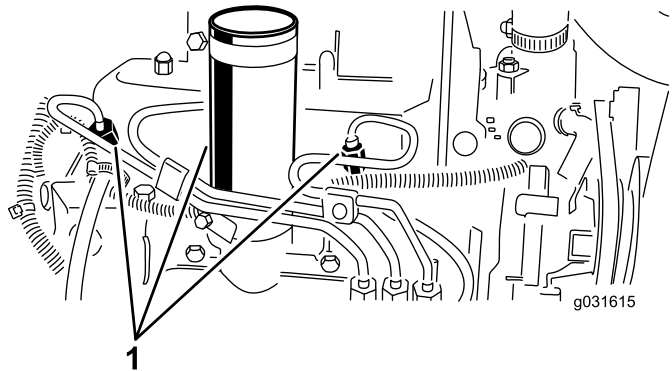

図 55
1. 燃料噴射ポンプのNo.1インジェクタノズル(図55)へのパイプ接続部をゆるめる。